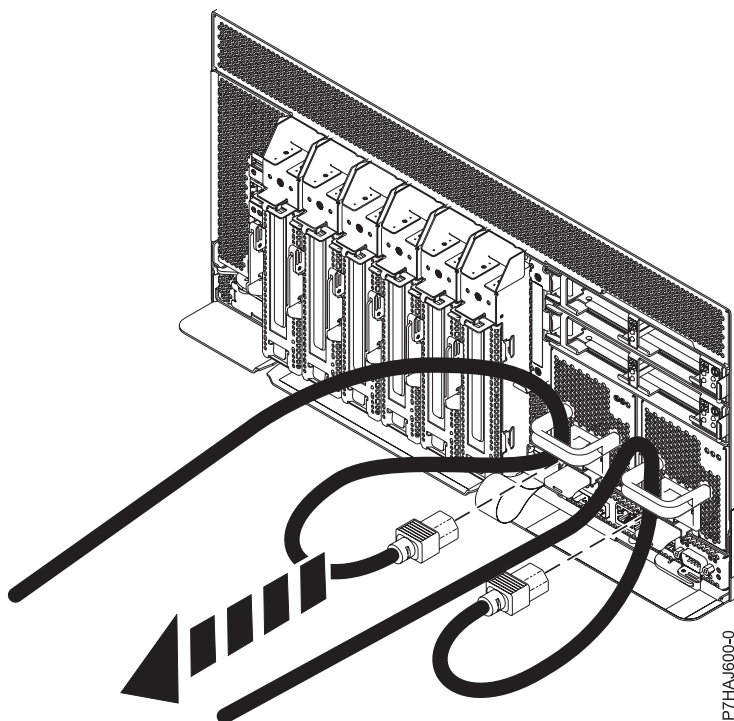

Figura 12. Remover os cabos de alimentação
3. Desligue os cabos de alimentação da unidade de sistema como surge em Figura 12 na página 26.